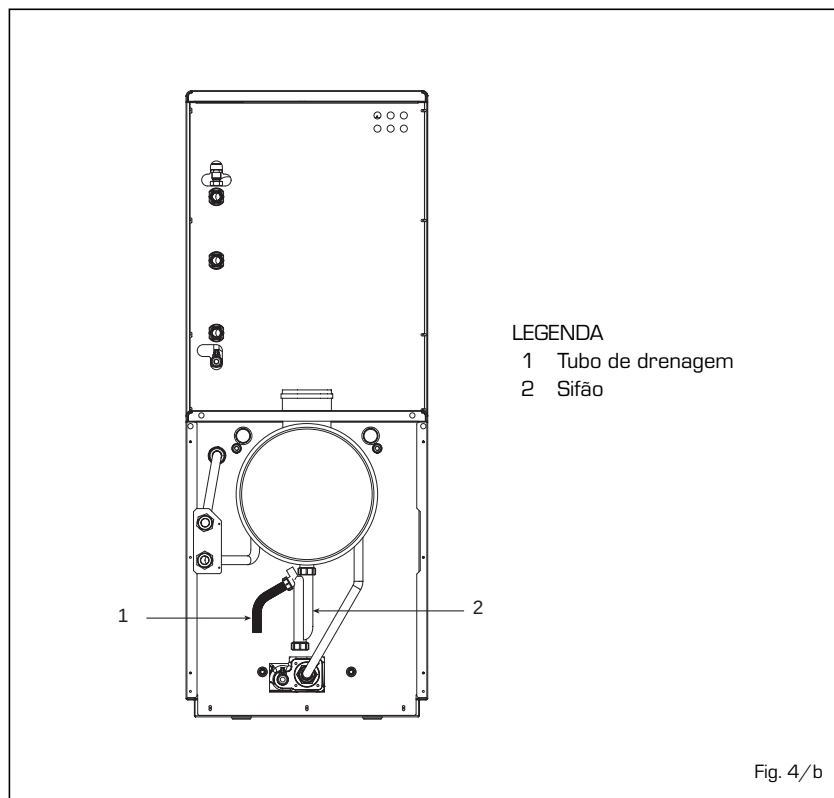

Fig. 4/b
A bomba de aquecimento [4] pode ser instalada na traseira da caldeira em substituição do troço de ligação de 1” pos. 3 fig. 4/a (aconselha-se a montagem da bomba sem o purga do ar GRUNDFOS UPS 15-50).
2.3.5 Ligação da descarga de condensação [fig. 4/b]